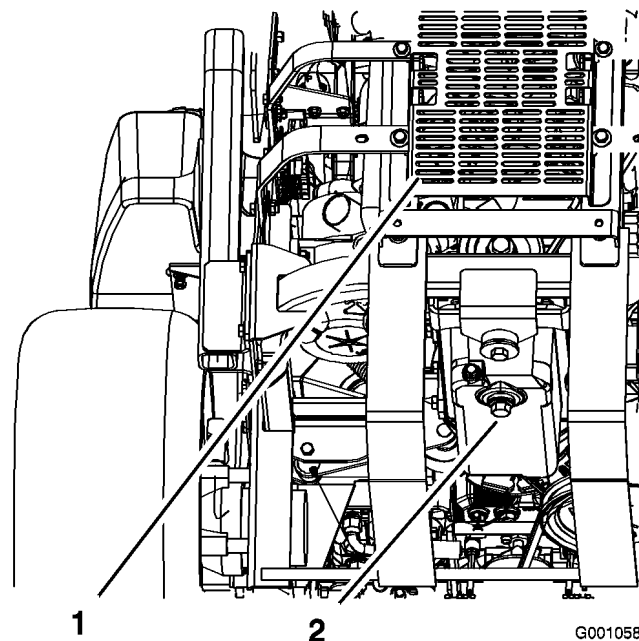

Figura 37
5. Collocate una bacinella sotto lo spurgo dell'olio. Togliete il tappo dell'olio e lasciate defluire completamente l'olio (Figura 37).